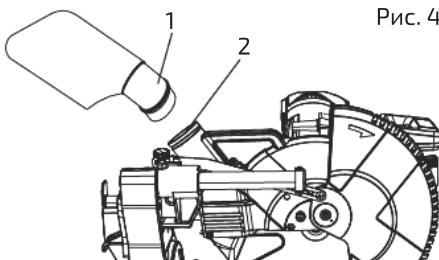

Рис. 4
Установить пылесборник (1) на выпускной патрубок (2) пилы (рис. 4).